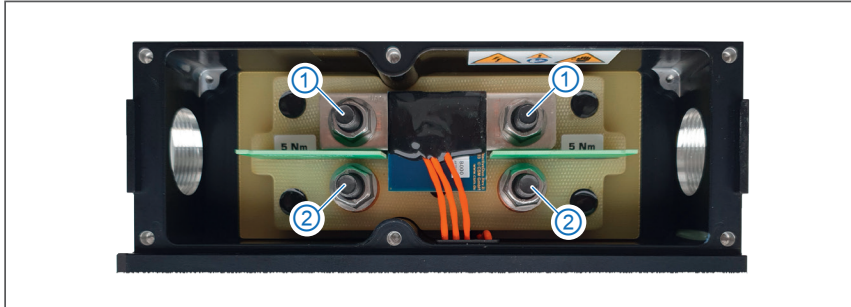
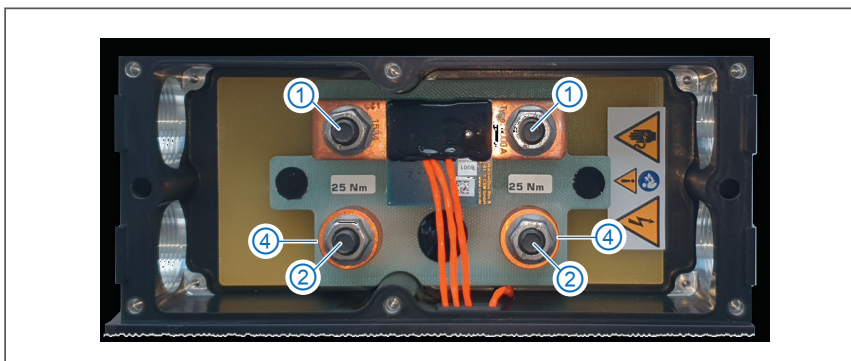

Abb. 5-4: HV BM 1.1 (ab HW-Rev. D), Anschlüsse für HV-Leitungen
Abb. 5-5: HV BM 1.2 (HW-Rev. E), Anschlüsse für HV-Leitungen
Das Anzugsdrehmoment für die Montage der Ringkabelschuhe der Leitungen HV+ auf den Gewindebolzen der Kupfer-Dome (Abb. 5-4, ②/Abb. 5-5, ②) beträgt stets 25 Nm.
- ▶ zwei für die Montage der Leitungen HV- am Shunt-Modul (Abb. 5-4/Abb. 5-5, ①)
- ▶ zwei für die Montage der Leitungen HV+ an der Kabeldurchführung (Abb. 5-4/Abb. 5-5, ②).
Die Ringkabelschuhe der Leitungen HV- liegen auf dem Shunt-Modul auf, das mit Distanzhül- sen (Abb. 5-4/Abb. 5-5, ①) auf den Gewindebolzen (Abb. 5-4/Abb. 5-5, ③) aufgesetzt wurde.
Die Ringkabelschuhe der Leitungen HV+ werden auf die Gewindebolzen aufgesetzt (Abb. 5-4/ Abb. 5-5, ②) und liegen auf den Kupferdomen (Abb. 5-4/Abb. 5-5, ④) der Kabeldurchführung auf.